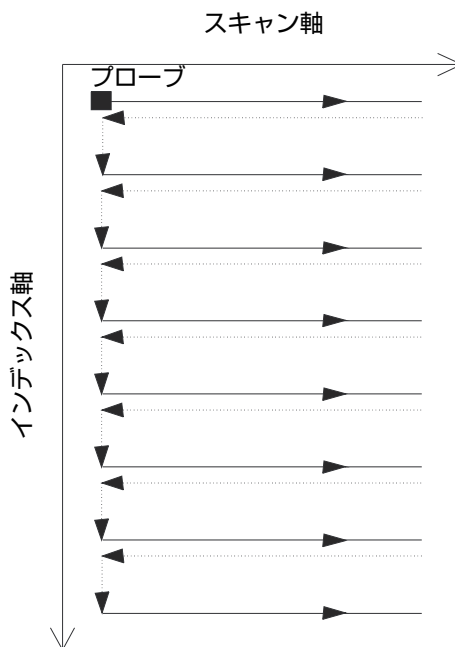

図 5-6 一方向表面スキャン
表面スキャンでは、(1) 走査ラインの機械的な軸であるスキャン軸と、(2) 走査ライン間の機械的な移動軸であるインデックス軸の、2つの軸を使用します。スキャン軸に沿った各スキャンの終了時に、インデックス軸に沿った位置に増加分が追加されます。一方向スキャンのデータ収集は、169 ページの図 5-6 に示すように、スキャン軸に沿った一方向でのみ実行されます。このタイプのスキャンは通常、スキャン方向にバックラッシュ（遊び）がある走査メカニズムで使用されます。